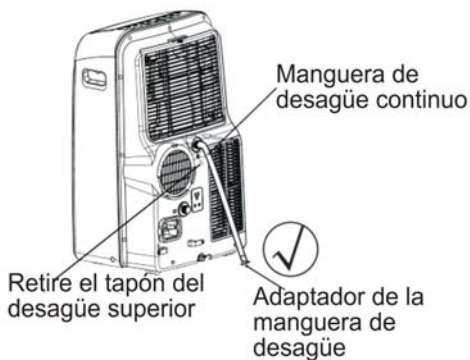

Imagen 20a
- En las funciones de eliminación de humedad (deshumidificación), retire el tapón de desagüe de la parte posterior de la unidad; instale el conector de desagüe (5/8 conector hembra universal de 5/8”), con manguera de 3/4” (comprado localmente). En los modelos sin el conector de desagüe, solo conecte la manguera de desagüe en el agujero. Coloque el extremo abierto del adaptador de manguera directamente sobre el área de desagüe en el piso de la base. Véase la Imagen 20a.
NOTA: Asegúrese que la manguera esté bien instalada para que no haya fugas. Oriente la manguera hacia el desagüe, asegurándose que no haya torceduras que impidan el flujo de agua. Coloque el extremo de la manguera en el desagüe y asegúrese que el extremo de la manguera esté abajo para permitir que el agua fluya sin obstrucciones (véase la Imagen 20a, 20b, 21a). Nunca la levante (véase la Imagen 21b).